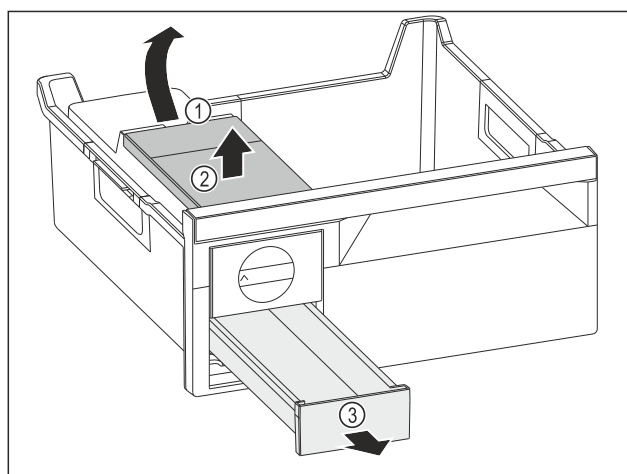

Fig. 84
- Odobratie nádržky na vodu: Nádržku na vodu nadvihnite za vybranie Fig. 84 (1).
- Nádržku na vodu Fig. 84 (2) odoberte smerom nahor.
- Zásuvku na kocky ľadu Fig. 84 (3) odoberte smerom nahor.